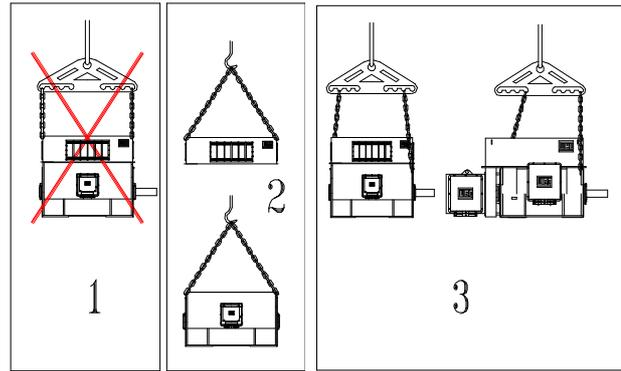

Figure 3.1: Manutention du moteur
- Le moteur doit être manipulé comme indiqué en positions 2 et 3 sur la Figure 3.1;
- Si le centre de gravité n'est pas exactement au milieu des anneaux de levage, utiliser l'une des méthodes indiquées sur la Figure 3.1;